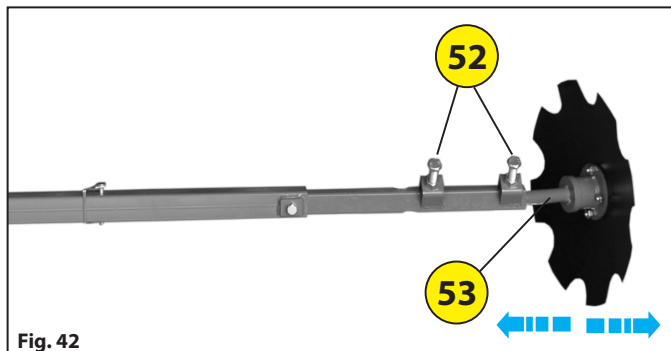

Fig. 42
- Połuźnić nakrętki **52** « Fig. 42 ».